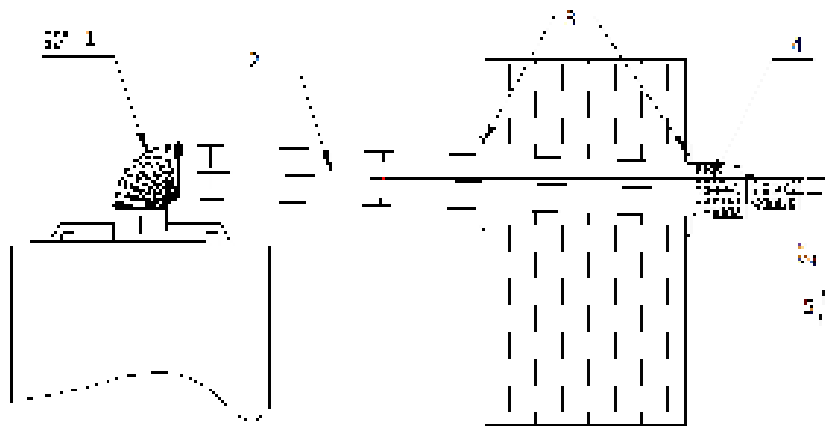

Рис. 15
В зависимости от фактического места установки котла можно столкнуться с ситуацией, когда длины трубы дымоотвода будет недостаточно для монтажа, или же необходим дополнительный поворот на 90°, тогда возможно, основываясь на фактической потребности, заказать удлинение трубы или дополнительные отводы 90°, смотри рис. 15.
Общая составная длина (с учетом возможных поворотов на 90°) прямой трубы коаксиального дымо-/воздуховода (считая сразу же от отвода 90° после выхода из котла) **не должна превышать 3 м (см. рис. 15)**, при этом каждый дополнительный отвод 90° равнозначен увеличению длины трубы коаксиального дымо-/воздуховода на 1 м.
Раздельная система дымоходов и воздуховодов диаметром 80мм часто применяется в случаях монтажа, когда невозможно использование коаксиальной системы дымо-/воздуховода типа «труба в трубе» из-за превышения максимально допустимой длины, или при поквартирном отоплении многоэтажных домов в случае необходимости подсоединения к различным вертикальным коллективным (идущим через несколько этажей) каналам дымохода и воздухозабора (см. схемы на рис. 15а).
**ВНИМАНИЕ!** Общая составная длина (с учетом возможных поворотов на 90° и 45°) труб дымохода и воздуховода (считая сразу же от отвода 90° после выхода из котла) не должна превышать максимальных расстояний, указанных на рис. 15а, при этом каждый дополнительный отвод 90° равнозначен увеличению длины трубы дымохода или воздуховода на 0,5 м, а каждый дополнительный отвод 45° равнозначен увеличению длины трубы дымохода или воздуховода на 0,5 м.
Обзор возможных вариантов подключения котла к различным исполнениям и типам дымо-/воздуховодных систем приведен на рис.15а.
Рис. 15а.